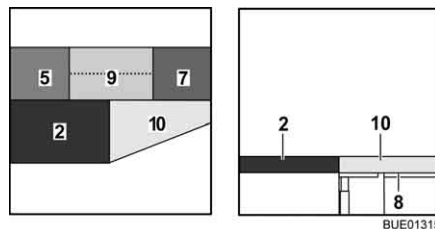

Bild 135 Efter ombyggnaden
- Fäll upp den extra dynan (Bild 135,9) och lägg den på bordet.
- Lägg den extra dynan (Bild 135,10) på sängbreddningen.